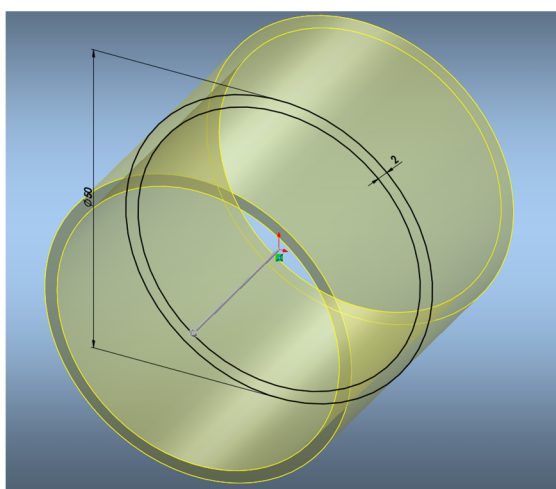

Рисунок 3 – Создание детали трубы с помощью задания в эскизе двух окружностей и элемента Вытянутая Бобышка
1. Создание детали трубы с помощью задания в эскизе двух окружностей и элемента «Вытянутая Бобышка» (Рисунок 3).